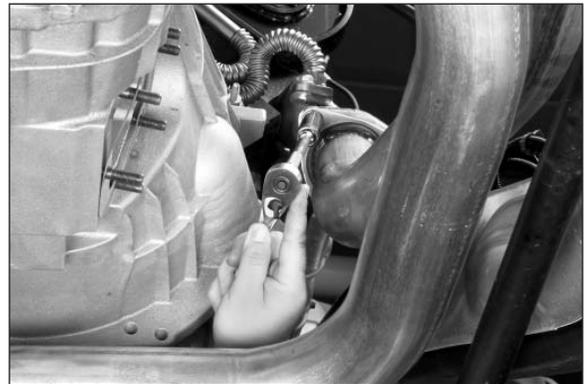

Fig. 1
2. Se il veicolo è dotato di motore a gas da 8,1 litri, può essere necessario rimuovere i 3 (tre) prigionieri che fissano il tubo di scarico destro al collettore di scarico del motore (**fig. 1**). Questo permetterà di allontanare leggermente il tubo di scarico dalla superficie di montaggio della presa di forza sull'apertura.